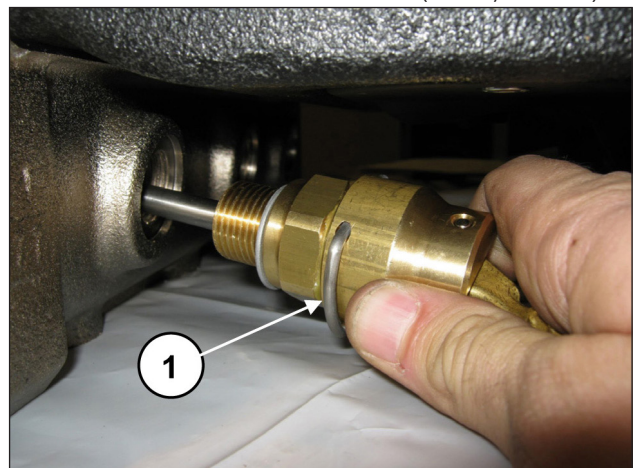
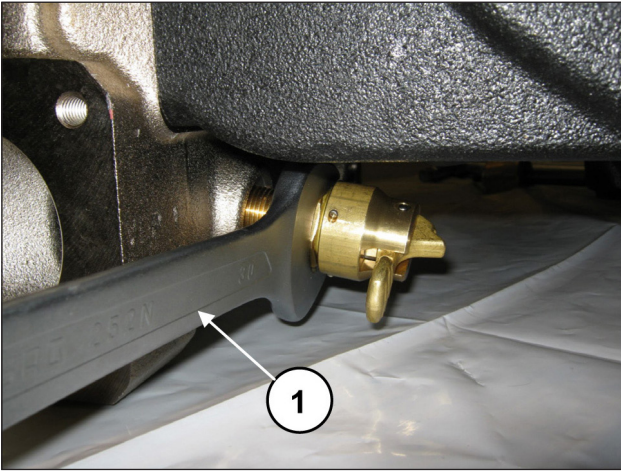

Abb. 164
Abb. 165
Eichen Sie die Schrauben M16x45 der Saug- und Druckventildeckel mit einem Drehmomentschlüssel, wie in Kapitel 3 EICHWERTE FÜR DEN SCHRAUBENANZUG gezeigt. Bringen Sie die Ventilöffner an (Pos. ①, Abb. 164) und drehen Sie diese mit einem 30 mm Schlüssel fest (Pos. ①, Abb. 165).